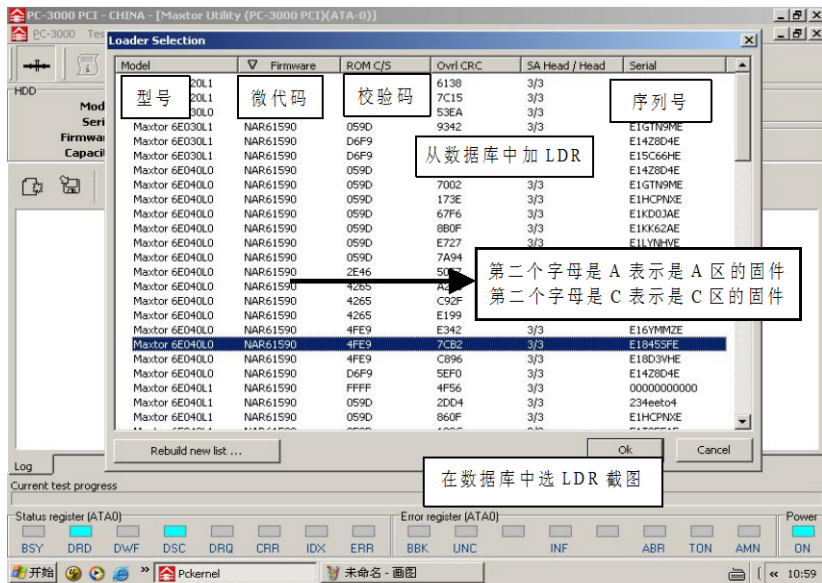

图 7-7 数据库加载 LDR 的方法
(4) 从数据库加载 LDR 的方法如图 7-7 所示。LDR 是以 LDR 为扩展名的文件，由 39、38、4F 三个模块合成，加载 LDR 不是写这三个模块，而是把 LDR 文件装入缓存，目的是初始化电路板，营造一个写固件的环境。在修不认盘的 MT 盘时，要跳安全模式并加载 LDR。加载的 LDR 匹配与否，是写好固件的关键。加载 LDR 不成功会是哪些情况？在效率源里面又称引导文件，ST 也有 LDR，是用于做 F 级的。